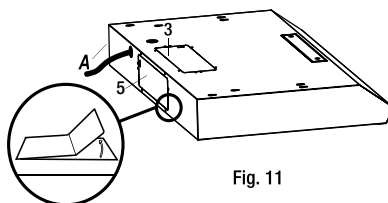

Fig. 11
- Choisir le disque défonçable de ventilation à retirer selon votre type d'installation. Utiliser le trou supérieur (3) pour une installation de ventilation par le dessus et le trou arrière (5) pour une installation de ventilation par l'arrière.
- Retirer doucement le couvercle (3 ou 5) du trou de ventilation approprié en utilisant un tournevis à tête plate ou d'une pince à bec effilé (voir Fig.11). Faire très attention de ne pas laisser de morceaux à l'intérieur de la hotte (A).